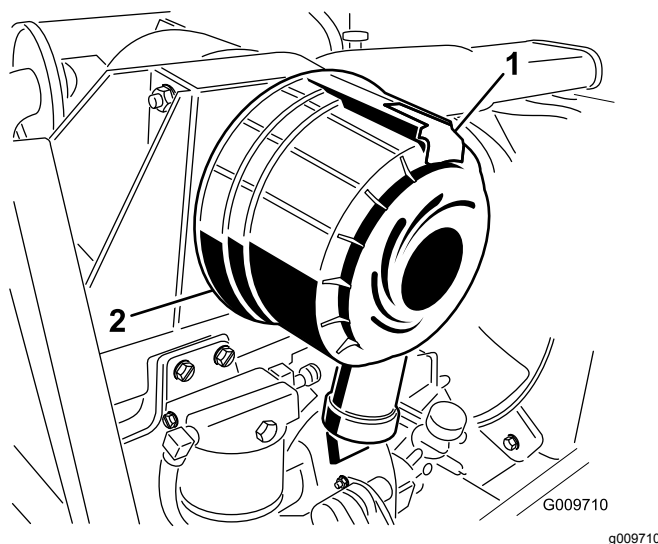

Figura 50
1. Tire hacia fuera del enganche y gire la tapa del limpiador de aire en sentido antihorario (Figura 50).